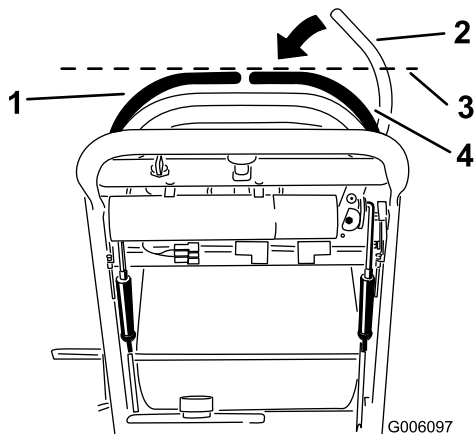

Figura 42
3. Empuje la palanca de control de movimiento de la derecha hacia abajo, sacándola de la posición de bloqueo/punto muerto (Figura 42).
4. Compruebe su alineación horizontal con la palanca de control de movimiento izquierda (Figura 42).